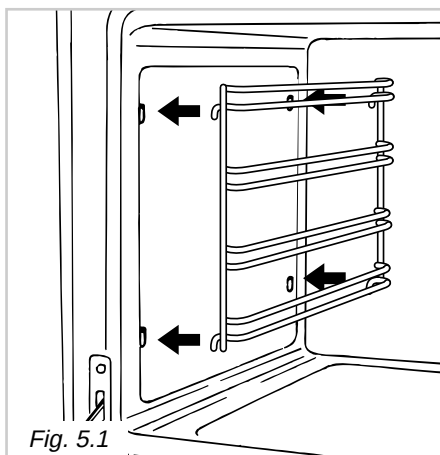

Fig. 5.1
- Enganchar los armazones laterales a los agujeros de las paredes laterales en el interior del horno.(fig. 5.1).